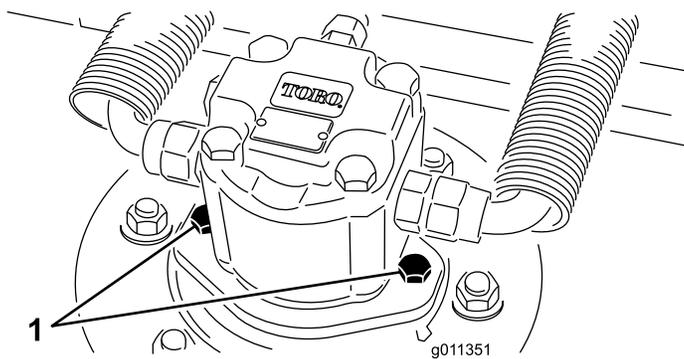

Figure 119
2. Débranchez et déposez le moteur hydraulique du plateau de coupe (Figure 119). Couvrez le dessus de l'axe pour éviter toute contamination.
3. Posez le moteur hydraulique sur le plateau de coupe (Figure 119). Vérifiez que le joint torique est en place et en bon état.